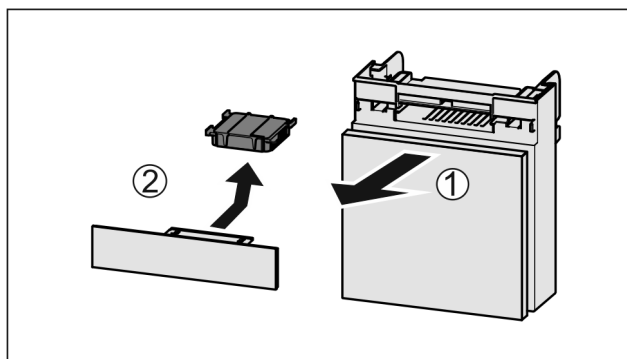

Fig. 152
- ▶ Dra ut Fig. 152 (1) lådan framåt.
- ▶ Ta ut Fig. 152 (2) aktivtkolfiltret.